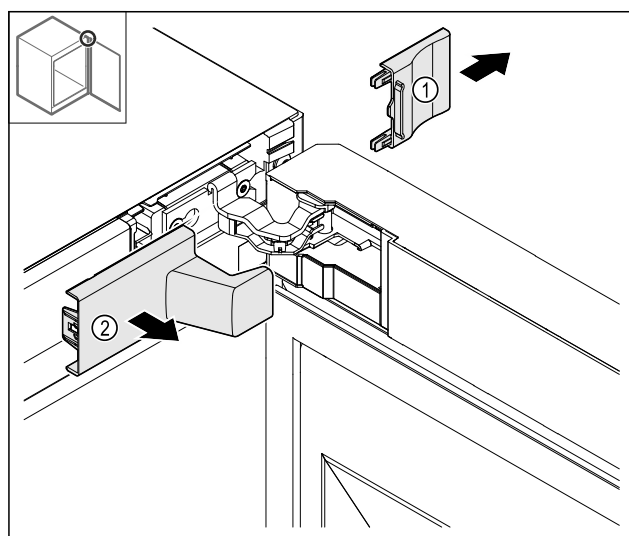

Fig. 13
- Îndepărtați capacul Fig. 13 (1) și apoi Fig. 13 (2).